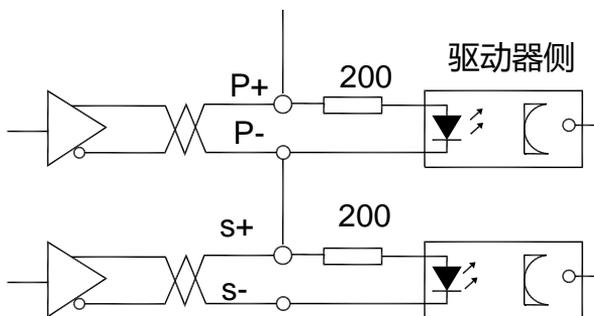

图 4-6-3a: Type3 脉冲量输入接口的差分驱动方式
- 为了正确地传送脉冲量数据，以及提高系统抗干扰能力，建议采用(图4-6-3a)差分驱动方式；